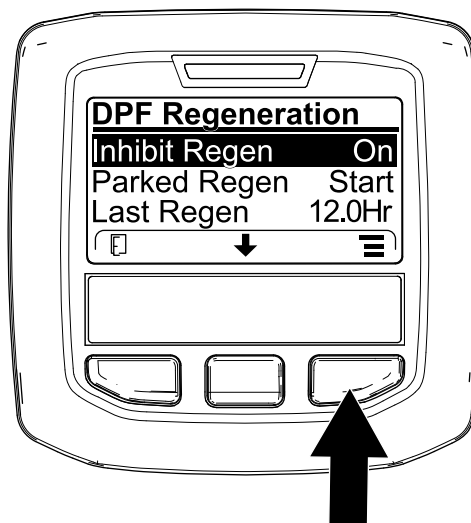
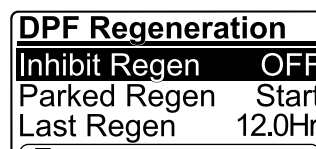

図 41
図 42
1. DPF Regeneration メニューで、中央ボタンを押して再生禁止 INHIBIT REGEN オプションに移動し、右ボタンで中に入る 図 41。
2. 右ボタンを使って、設定を ON から OFF 図 41または OFF から ON に変える 図 42。